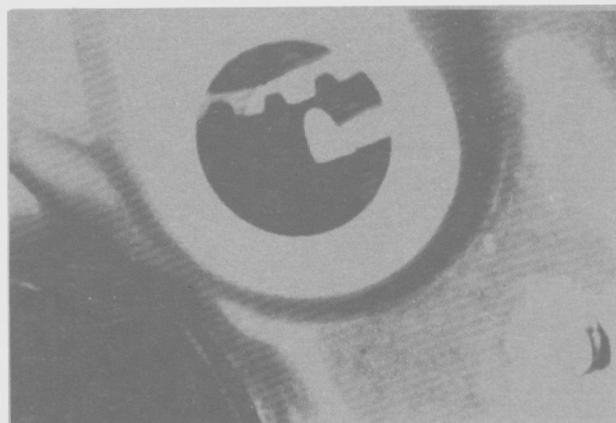

Fig. 12 - Orificio de control de sincronización.
- Quitar el tapón de acceso ubicado en la tapa de distribución (Fig. 12).